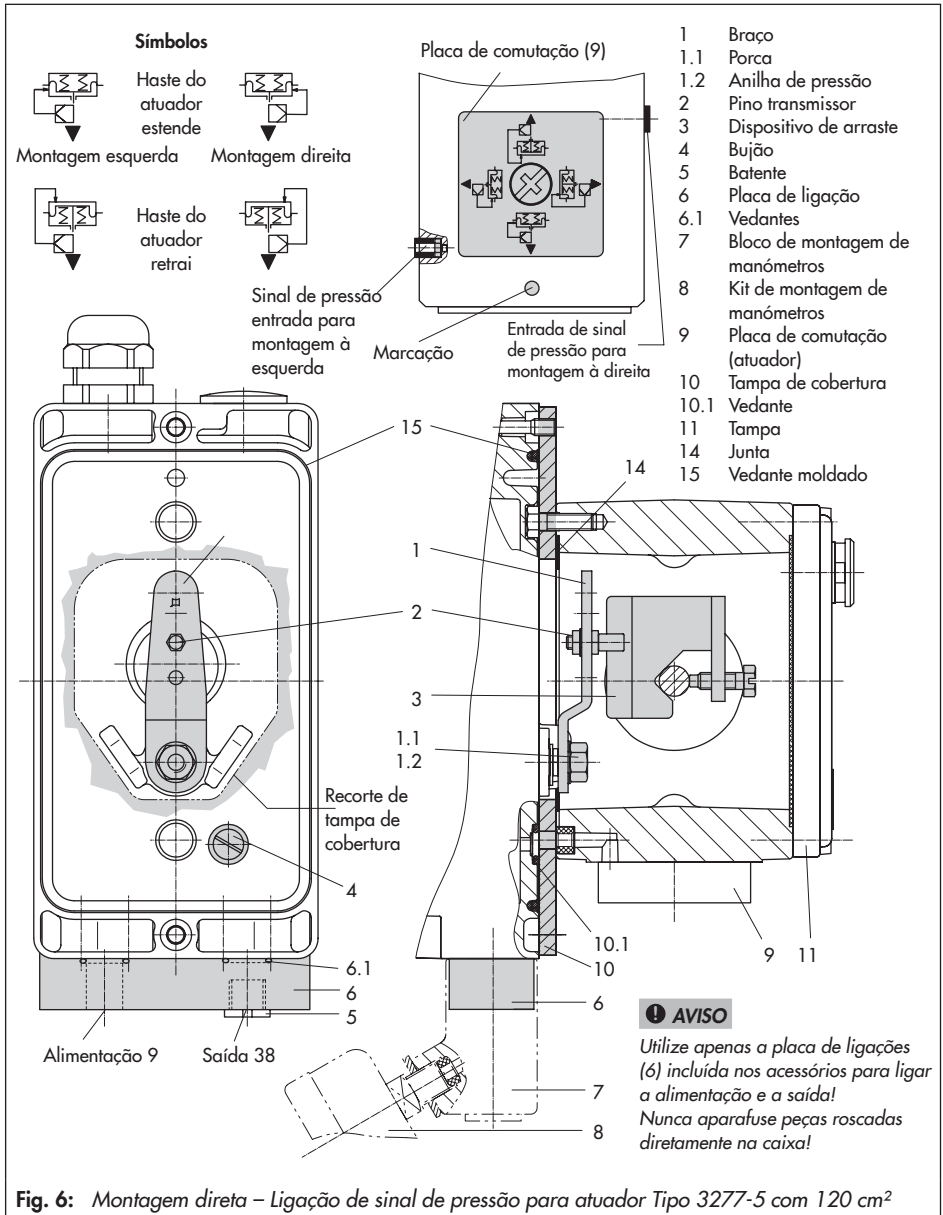

Fig. 6: Montagem direta – Ligação de sinal de pressão para atuador Tipo 3277-5 com 120 cm²
Atuador com 120 cm² (consulte Fig. 6)
1. Monte a placa de ligações (6) ou bloco de montagem de manómetros (7) com manómetros no posicionador, certificando-se de que os dois vedantes (6.1) estão corretamente assentes.
2. Retire o bujão (4) na parte de trás do posicionador e vede a saída do sinal de pressão (38) na placa de ligações (6) ou no bloco de montagem de manómetros (7) com o bujão (5) incluído nos acessórios.
3. Coloque o dispositivo de arraste (3) na haste do atuador, alinhe e aperte firmemente de modo a que o parafuso de montagem fique localizado na ranhura da haste do atuador.
4. Monte a tampa de cobertura (10) com o lado estreito do recorte (Fig. 6, à esquerda) direcionado para a ligação do sinal de pressão. Certifique-se de que a junta (14) fica direcionada para a arcada do atuador.
5. **Curso de 15 mm:** Mantenha o pino transmissor (2) no braço M (1) na parte de trás do posicionador na posição de pino 35 (estado de entrega).